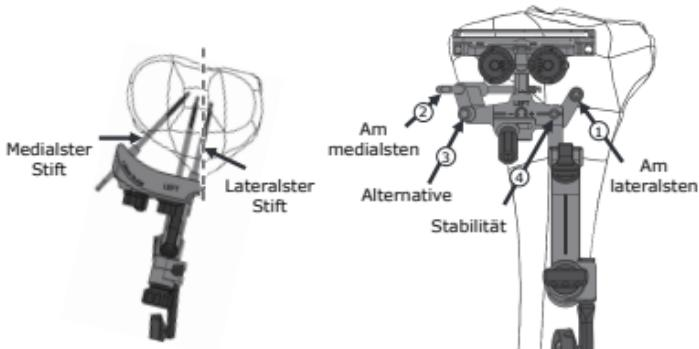

Abbildung 4: Fixierung der Schnittführung und Platzierung der Stifte
Vor dem Anbringen der verstellbaren Tibia-Schnittrichtung muss sichergestellt werden, dass alle Einstellräder auf 0 stehen, um den vollen Einstellbereich nutzen zu können. Der Schnittschlitz sollte auf die voraussichtliche Resektion ausgerichtet sein. Bringen Sie die Tibia-Fixationsbasis mit dem lateralsten Stift auf dem oder medial zum Tibia-Tuberkele an, wie in Abbildung 4 dargestellt. Optional können die folgenden manuellen Ausrichtungsinstrumente verwendet werden, die mit der verstellbaren Tibia-Schnittrichtung kompatibel sind. Anweisungen zur Verwendung finden Sie in der zugehörigen Anleitung für chirurgische Techniken.
Wenn Sie die Ausrichtung abgeschlossen haben, stellen Sie sicher, dass die Stiftpositionen innerhalb der Inzision liegen. Positionieren Sie die lateralste Stiffführung der Fixationsbasis auf dem medialen Tibia-Tuberkl der subluxierten Patellasehne und stellen Sie sicher, dass die medialste Stiffführung der Fixationsbasis innerhalb der Wunde liegt. Setzen Sie zunächst den lateralsten Stift (1) und anschließend den medialsten Stift (2) ein, wie in der obigen Abbildung dargestellt, und achten Sie dabei auf ausreichenden Halt im Knochen. Bei kleinen Patienten kann ein alternativer medialer Stift (3) eingesetzt werden (siehe Abbildung 4). Wenn mehr Stabilität gewünscht wird, kann ein dritter Stift eingesetzt werden (4).